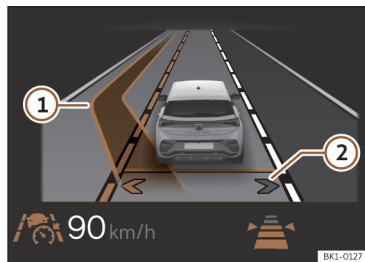

Fig. 139 No ecrã do painel de instrumentos: visualização da mudança de faixa de rodagem assistida (representação esquemática).
Ativa-se a mudança de faixa de rodagem assistida. As setas da sua própria faixa no ecrã do painel de instrumentos mostram-se em cinzento >>> **Fig. 139 ②**
instrumentos junto à faixa do condutor. A seta do lado da faixa correspondente aparece em branco >>> **Fig. 139 ②**.